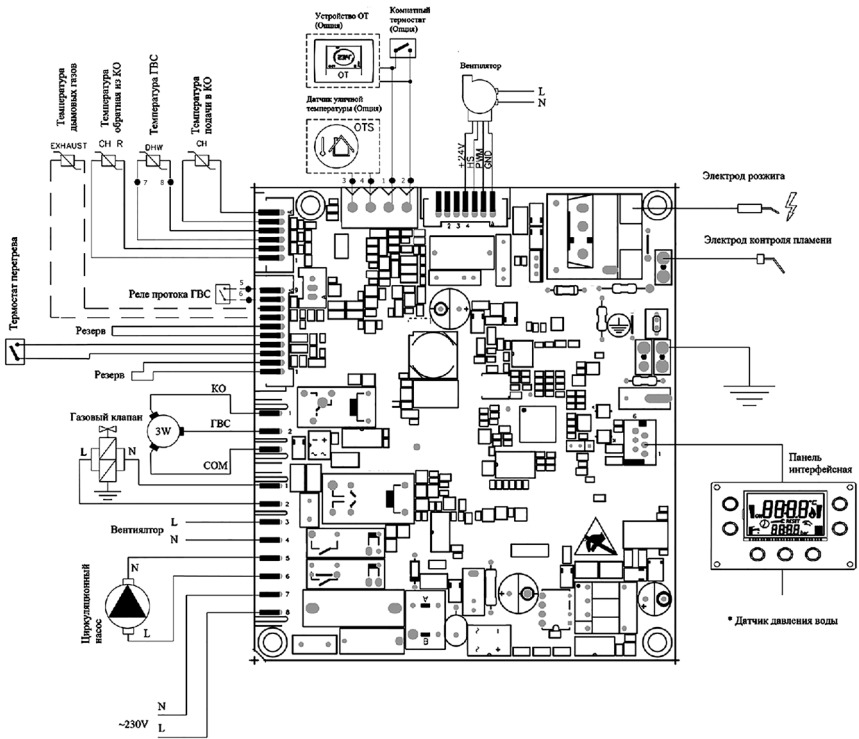

Рис. 12. Схема электрических подключений
- продеть двухпроводной кабель, идущий от выносной панели, через проходную муфту 5 в корпусе и подключите его к клеммам 1 и 2 (рисунок 12);